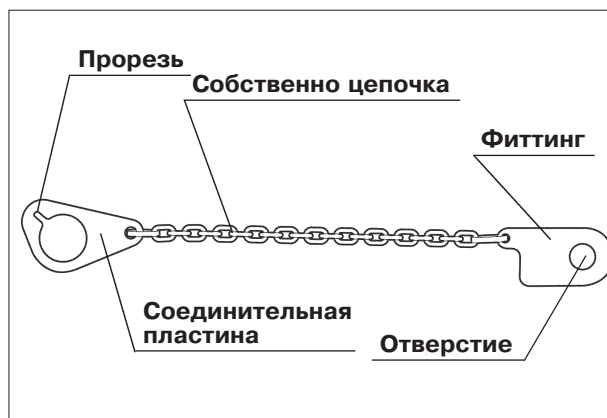

Рис. 2.1
1. Убедитесь в отсутствии трещин, разрывов, износа, деформаций или других повреждений на цепочке (см. рис. 2.1).